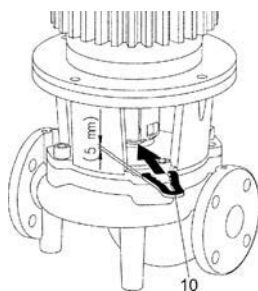

Fig. 18: Fourche de montage pour les travaux de réglage
Pour tous les travaux de montage (type de pompe design A/B), l'utilisation de la fourche de montage (Fig. 18, pos. 10) est nécessaire pour le réglage de la position correcte de la roue à l'intérieur du corps de pompe !